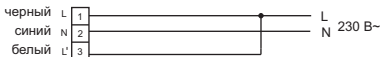
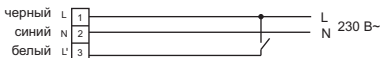

Рисунок 3
Рисунок 4
5.3.1 Постоянный аварийный режим работы (рисунок 3):
- фазный некоммутированный проводник сети – подключить к чёрному контактному зажиму (L);
- нейтральный проводник сети – подключить к синему зажиму (N).
5.3.2 Непостоянный аварийный режим работы (рисунок 4):
- присоединить подготовленные концы сетевого кабеля 1 к безвинтовым зажимам клеммной колодки 4 согласно цветовой маркировке и необходимой схеме работы светильника (рисунок 3 и рисунок 4);